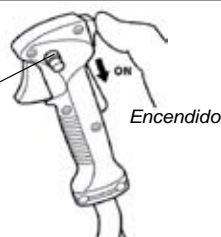

Figura 16
6. Cuando arranque el motor, mueva despacio la palanca del cebador a la posición "OPEN" (abierto). Consulte la figura 16. (Si el motor para después del arranque inicial, cierre la palanca del cebador y vuelva arrancar).